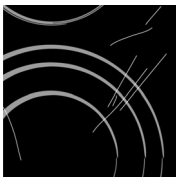
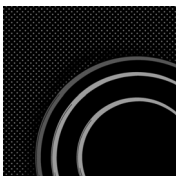

рис. 1
рис. 2
посуды, устранив возможные инородные предметы, которые могут повредить стеклокерамическую поверхность (рис. 1).
Внимание: металлические губки, абразивные чистящие средства царапают стеклокерамическую поверхность. Также нельзя использовать для очистки стеклокерамики агрессивные чистящие спреи и не предназначенные для стеклокерамики жидкие очистители (рис. 1 и рис.2).
Нанесенные обозначения могут стираться вследствие использования агрессивных и грубых чистящих средств, а также посуды с повреждениями дна (рис.2)
- Монтируемую плиту следует со всей силой, сверху вниз, прижать к рабочей плите и втаком положении прикрепить к ней четырьмя (4) винтами с нижней стороны. При этом необходимо следить за правильным положением скоб для прикрепления монтируемой нагревательной плиты, так как оно различно в зависимости от использования рабочих плит различной толщины: 30 и 40 мм (рис. 2 и 2а).